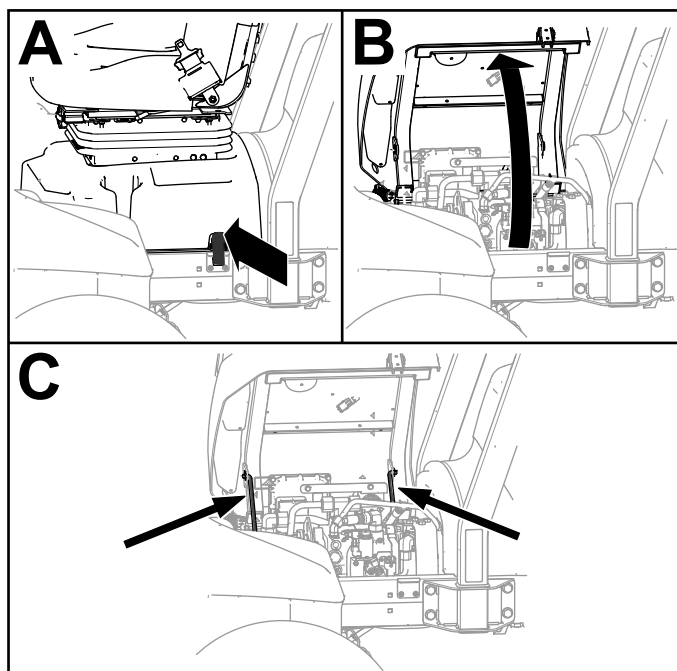

Рисунок 69
1. Разблокируйте основание сиденья (вид А на Рисунок 69).
2. Наклоните сиденье и основание в открытое положение (вид В на Рисунок 69).
3. Зафиксируйте его опорными стойками (вид С на Рисунок 69).